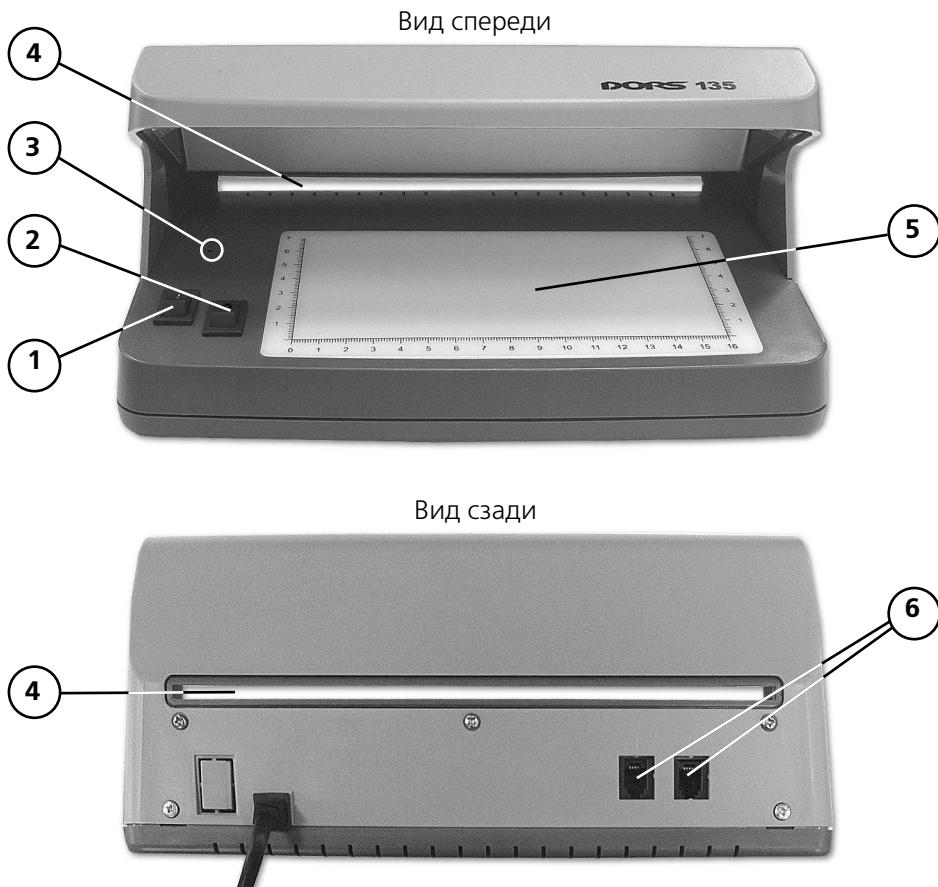
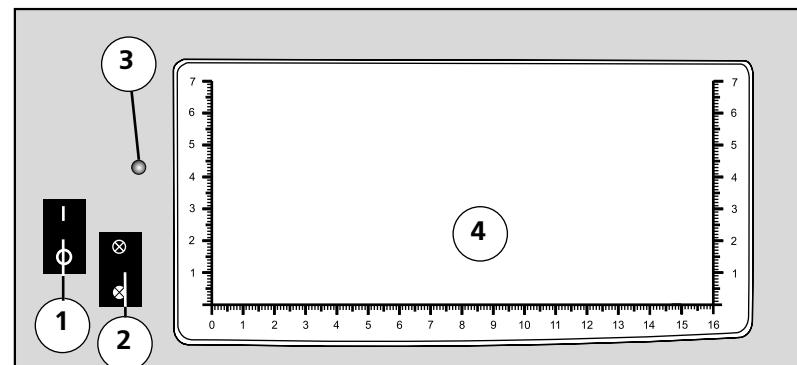

Рис. 1
Рис. 2.
1. Подключите детектор к сети (220 В, 50 Гц). При этом начнёт светиться индикатор подключения к электрической сети (рис. 1, поз. 3). Включите детектор нажатием клавиши выключателя «Сеть» на передней панели (рис. 1, поз. 1) – просмотровая зона (рис. 2, поз. 4) осветится синим или белым светом, в зависимости от положения переключателя "УФ/белый свет".
- (рис. 2, поз. 4).
3. С помощью переключателя "УФ/белый свет" на передней панели детектора (рис. 2, поз. 2) выберите необходимый режим работы: